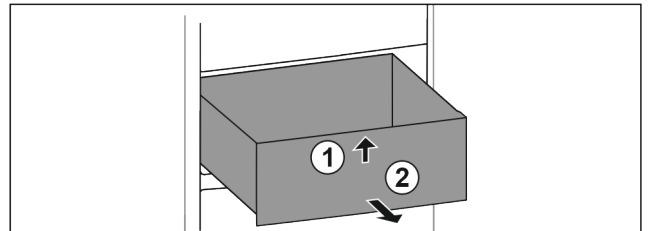

Fig. 68
- ▶ Підняти висувний ящик спереду. Fig. 68 (1)
- ▶ Вийняти висувний ящик рухом вперед. Fig. 68 (2)